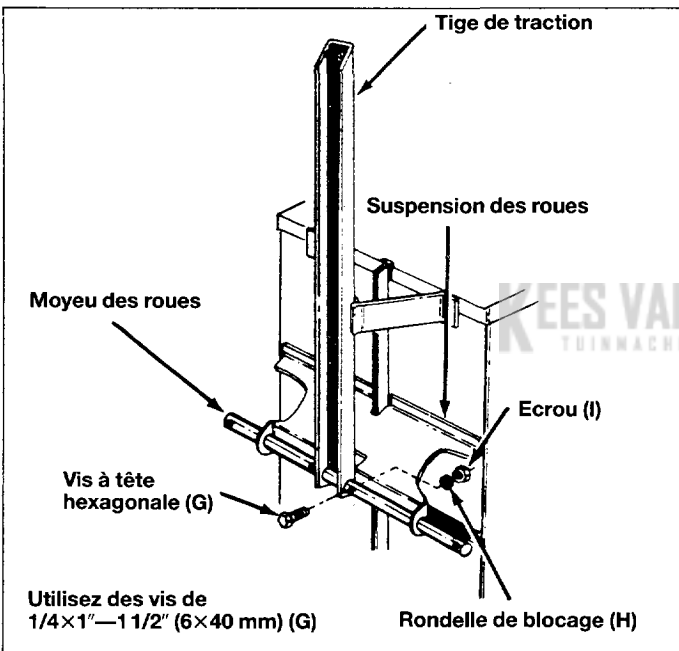

Fig. 11
16. Montez le moyeu de roue et la tige de traction sur la suspension des roues. Veillez à ce que le côté ouvert de la tige de traction soit tourné vers le bas. Fixez le moyeu sur la suspension des roues à l'aide de vis de 6 x 40 mm (G), de rondelles de blocage (H) et d'écrous (I). Voir la figure 11.